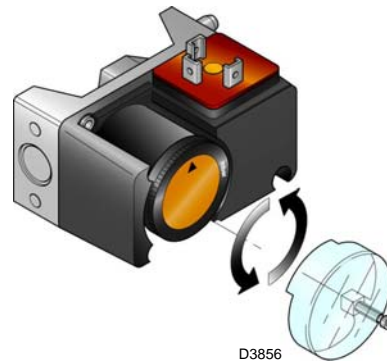

Fig. 37
- Regolare il pressostato gas di massima (Fig. 37) a fine scala.
Eeguire la regolazione del pressostato gas di massima dopo aver effettuato tutte le altre regolazioni del bruciatore con il pressostato gas di massima regolato a fine scala (Fig. 37).